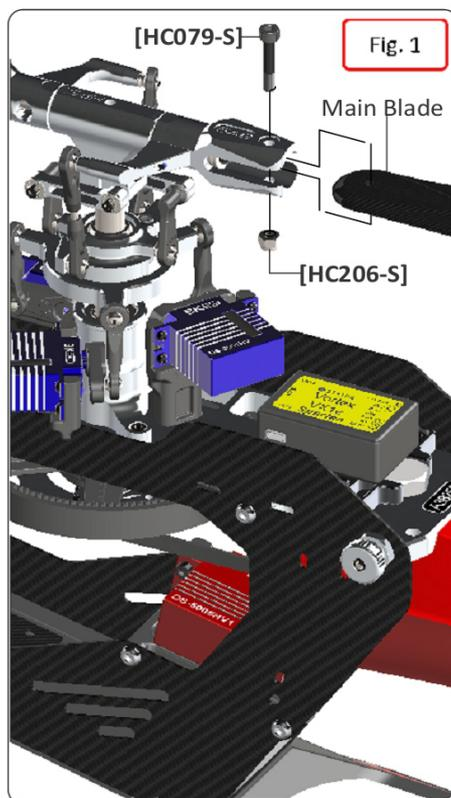

Fig. 1
- Montieren Sie Haupt- und Heckblätter (siehe Fig. 1 und 2.). Die Blätter dürfen weder zu streng in den Blatthaltern sitzen, noch einklappen.